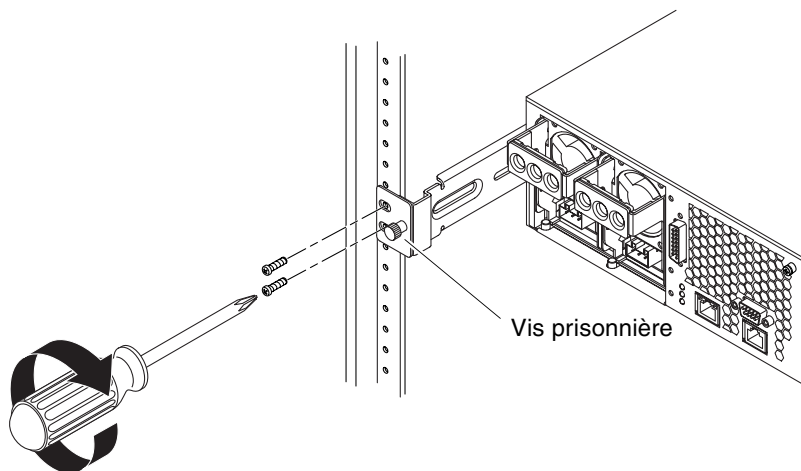

FIGURE 3-5 Fixation de l'avant du serveur à l'armoire
9. Passez à l'arrière de l'armoire et, à l'aide des vis prisonnières, fixez les deux brides de montage aux supports de montage arrière vissés au serveur (FIGURE 3-5).
10. À l'aide de deux vis (deux vis pour chaque support de montage arrière), fixez les supports arrière à l'arrière de l'armoire (FIGURE 3-5).